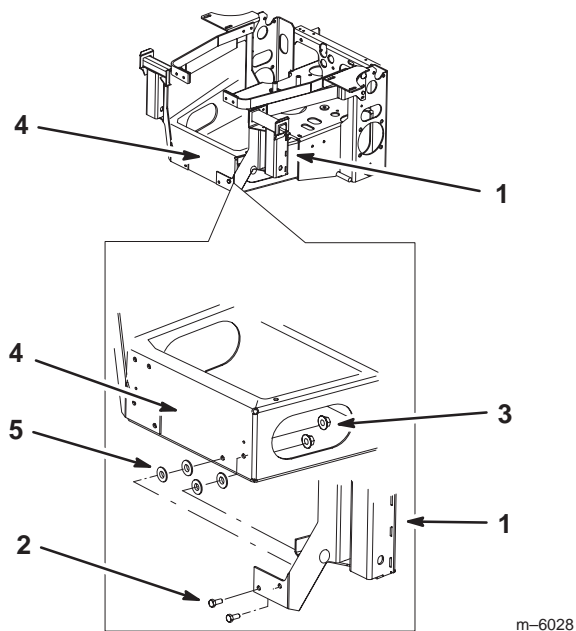

Figure 8
6. Montez le support de fixation du dispositif de ramassage sans le serrer sur le pare-chocs arrière inférieur à l'aide de 2 boulons (5/16 x 3/4"), 4 rondelles plates (5/16") et 2 écrous à collerettes (5/16") (Fig. 8).